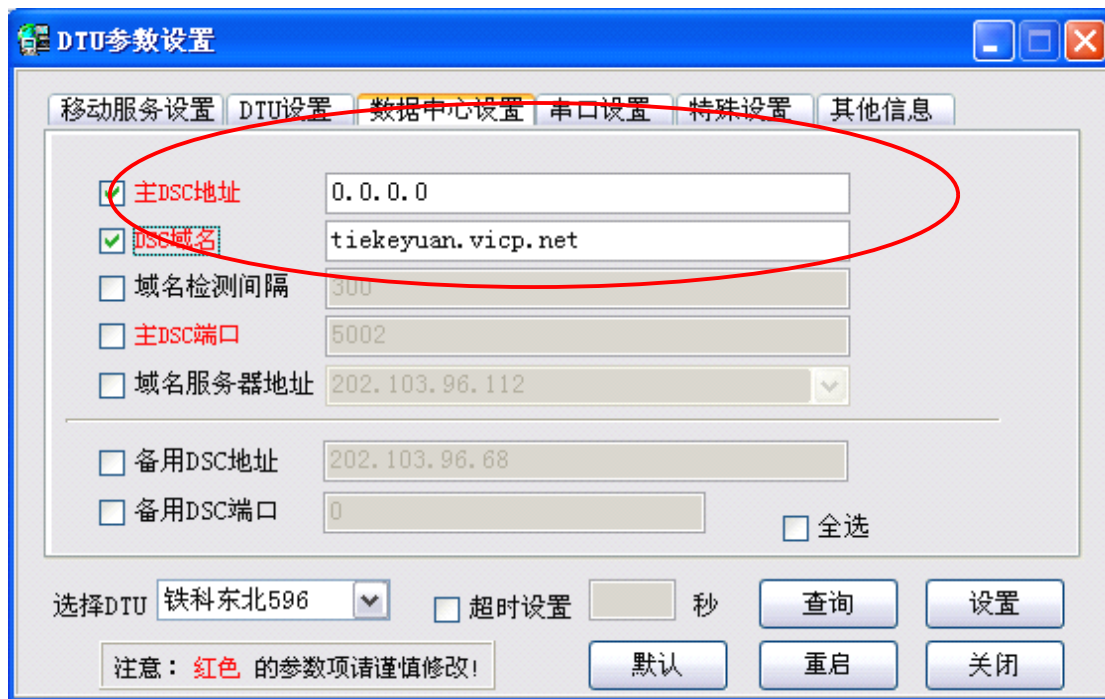

图 10b DTU 参数设置
(1) DTU 标识：在 DTU 设置选项卡下的 DTU 标识即为终端登录号，指定到某个 DTU，出厂时默认为 131123456789。可以在与终端连接后对此进行更改为容易记忆的标识。所更的新标识必须为 11 字节，可包汉字、字母、数字。
(2) 主 DSC 地址：此为数据接收端（也就是软件所在电脑）的 IP 地址。如果电脑所联网络为固定 IP，可以将这个 IP 设置到主 DSC 地址上。终端登录时将直接登录这个 IP 上的中心。则不需要依赖花生壳进行域名解析。但如果 IP 地址更改，刚终端将无法与中心联接。
(3) DSC 域名：如果没有固定 IP，则需要一个域名，然后在花生壳中登录此域名，并解析为 IP。终端根据这个域名登录中心。使用域名方式时，主 DSC 地址必须为“0.0.0.0”。如图 10b。